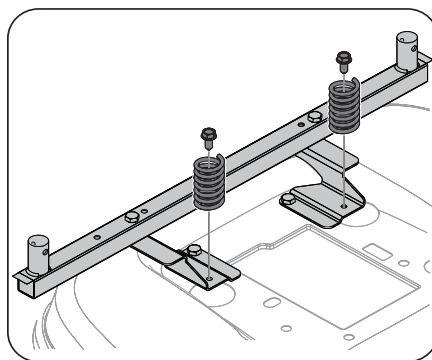

Figura 3-9
- Reinstale los resortes del asiento y equipo que fueron removidos antes en el procedimiento como se muestra en la Figura 3-9.